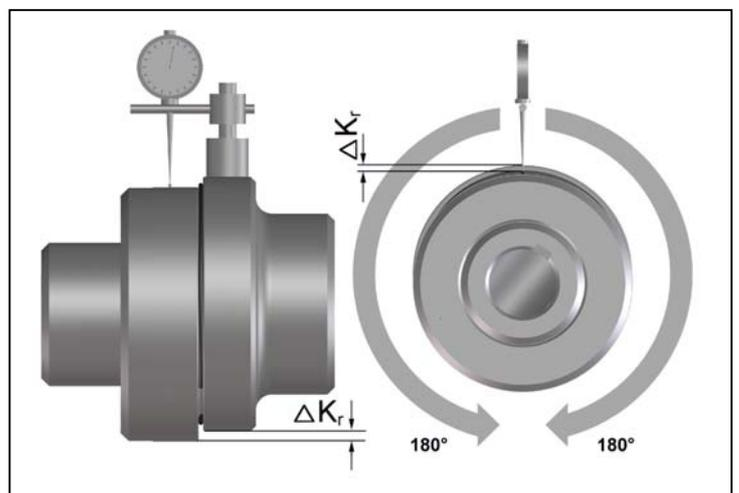

Fig. 7
- Mesurer sur un tour complet (360°). Ce faisant, déterminer la déviation la plus grande  $\Delta K_{r1}$  et la déviation la plus petite  $\Delta K_{r2}$  (Fig. 7).